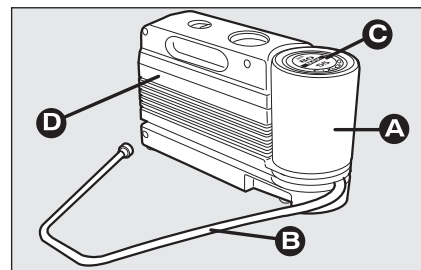

Abb. 7
Das Set **Abb. 7** enthält:
- ☐ einen Kompressor **D-Abb. 7** mit Ma-nometer und Verbindungsstücken, der sich im Fach befindet;